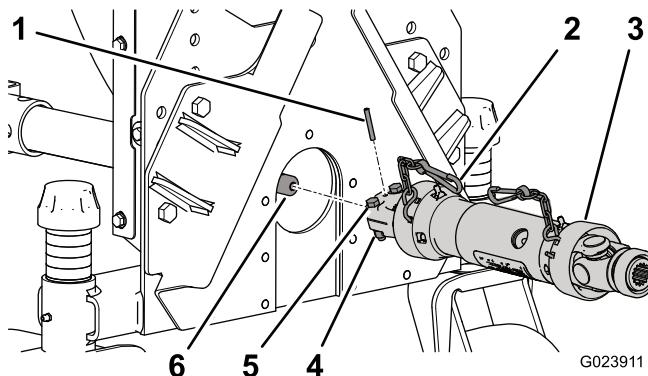

Figura 9
- Fissateli con una spina elastica (Figura 9).
- Fissate l'albero motore all'albero della scatola degli ingranaggi con due bulloni da 5/16 x 1-3/4 poll. e dadi di bloccaggio da 5/16 poll. (Figura 9).
- Fissate la catena di sicurezza al telaio del soffiatore (Figura 9).